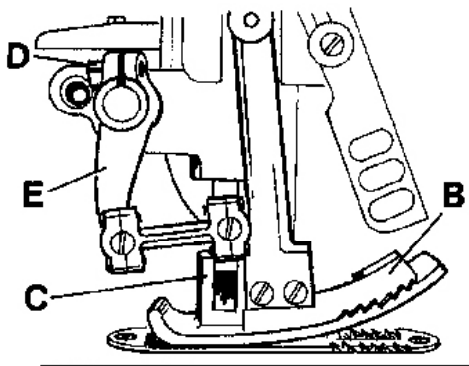

Fig. 16
Assemble the upper feed dog (B, Fig. 16). The upper feed dog should not push against the front or rear end when moving in the slots of presser foot (C).
For setting the upper feed dog with respect to the slot ends in the presser foot and the tooth spaces of the lower feed dog, loosen screw (D, Fig. 16) and turn drive lever (E) accordingly to the front or rear. Retighten screw (D).
Montieren Sie den Obertransporteur (B, Fig. 16). Der Obertransporteur darf bei seiner Bewegung in den Schlitten im Drückerfuß (C) weder vorne noch hinten anstoßen.
Zum Einstellen des Obertransporteurs im Bezug zu den Schlitzenden im Drückerfuß und zu den Zahnlücken des unteren Transporteurs lösen Sie die Schraube (D, Fig. 16) und schwenken den Antriebshebel (E) entsprechend nach vorne oder hinten. Ziehen Sie Schraube (D) wieder an.
The motion should be set so that the rear four teeth of the upper feed dog (B, Fig. 16) remain approx. 1/3 of their height in the presser foot slots when lifting.
Die Bewegung muß so eingestellt sein, daß die hinteren vier Zähne des Obertransporteurs (B, Fig. 16) beim Abheben noch mit etwa 1/3 ihrer Höhe in den Drückerfußschlitzen sind.